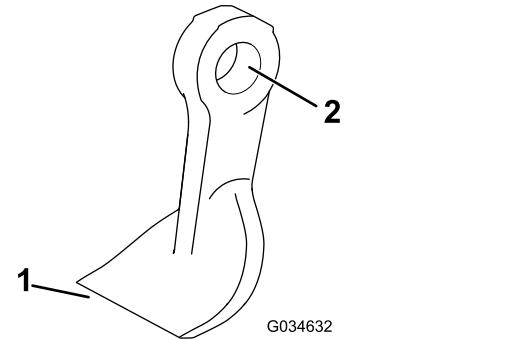

Figure 78
3. Contrôlez l'état de chaque lame, en particulier les fixations, le tranchant et le trou de fixation (Figure 78). Remplacez toutes les lames et fixations endommagées